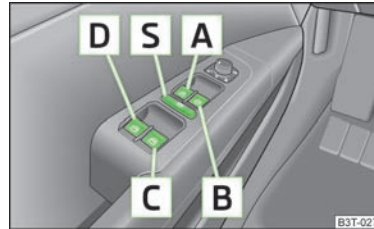

Fig. 25
- Si des enfants sont assis sur les sièges arrière, nous vous recommandons de neutraliser les lève-vitres électriques des portières arrière (touche de sécurité **S**) » fig. 25.
Vous pouvez mettre les touches des lève-vitre des portières arrière hors fonction en appuyant sur la touche de sécurité [S] » fig. 25. Vous pouvez remettre les touches des lève-vitre des portières arrière en fonction en appuyant de nouveau sur la touche de sécurité [S].